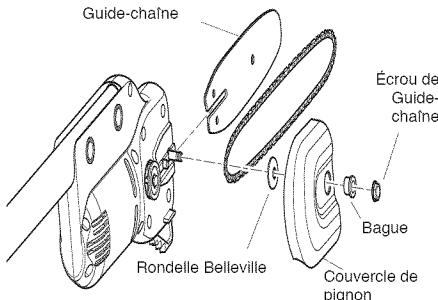

Figure 1 -Installation du guide-chaîne
2. Desserrez puis retirez l'écrou du guide-chaîne, le couvercle du pignon et la rondelle (voir la Figure 1).